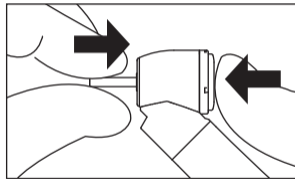

Abb. 5
- 1) Führen Sie den Fräser/Schleifer ein, bis dieser korrekt an seinem Platz eingesetzt ist. (Abb. 5)